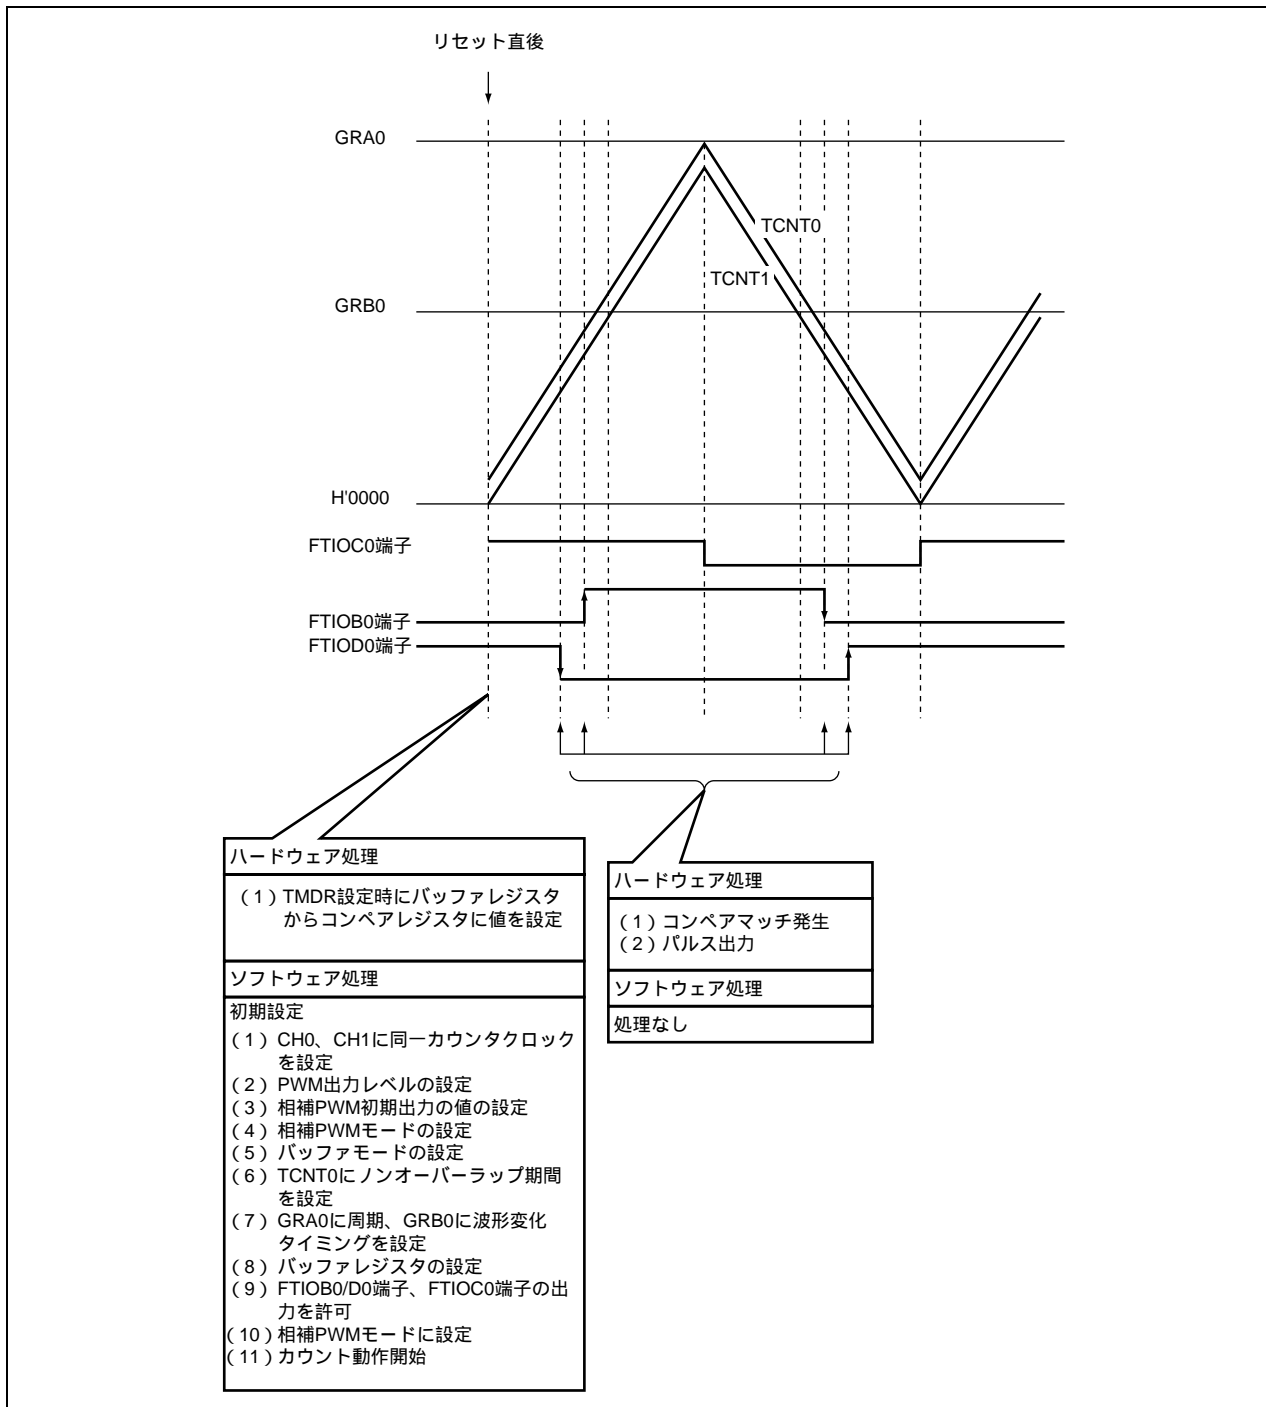

図 3.3 PWM 周期に同期したトグル波形出力の動作原理
3. 図 3.3 に動作原理を示します。H8/3687 のハードウェア処理およびソフトウェア処理により、PWM 周期に同期したトグル出力を行います。